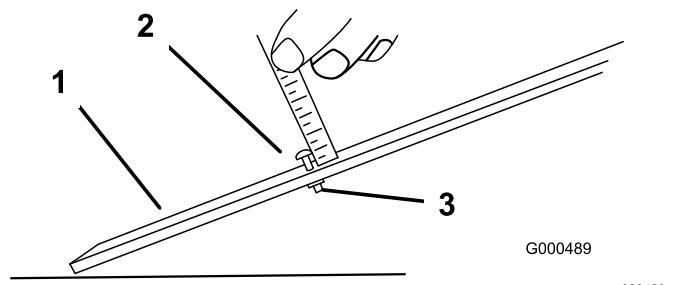

図 14
- ゲージバーのナットをゆるめ、調整ボルトを希望の刈り高に合わせる図 14